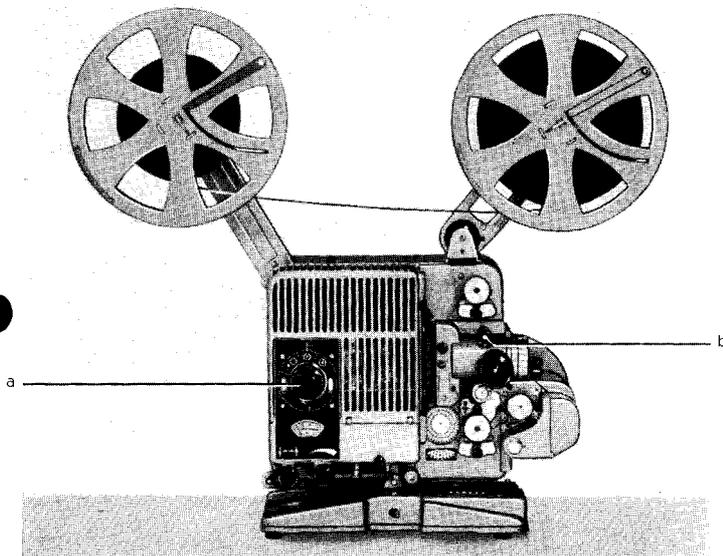

Bild 23 Umspulanordnung a Bedienungsknopf
### Umspulen mit Hilfe des Motors (Bild 23)
3. Hebel b (Bild 23) in Projektionsrichtung umlegen, dadurch wird Umspulantrieb fest mit vorderer Spule gekuppelt.
4. Bedienungsknopf a (Bild 23) in Achsrichtung drücken, nach rechts auf Rücklauf drehen. (Beim Umspulen bleibt die Lampe abgeschaltet.)